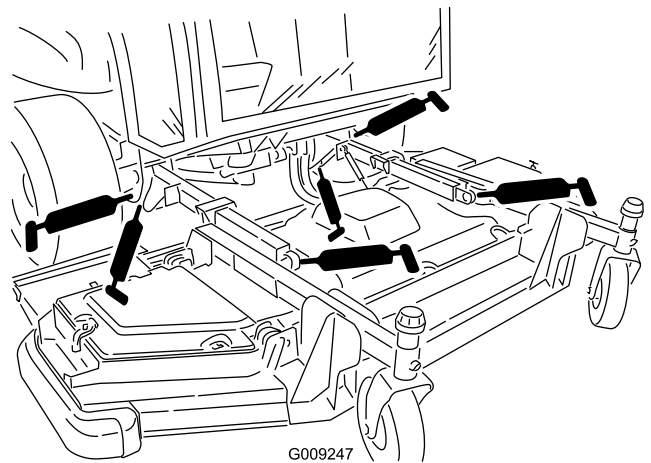

Bild 55
- Hubarmbüchsen (2) (Bild 55)
- Hubarm-Kugelgelenke (2) (Bild 55)
- Frontmähwerk-Zylinderdrehbüchsen (2) (Bild 55)